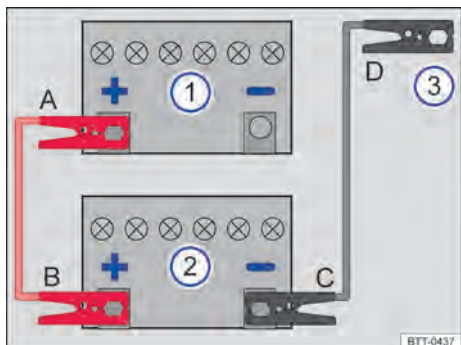
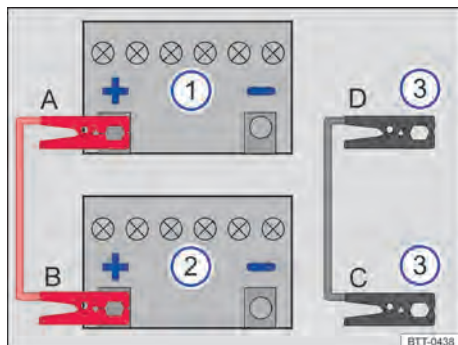

Fig. 240 Esquema para a conexão dos cabos auxiliares de partida dos veículos auxiliares de partida sem sistema Start-Stop.
Fig. 241 Esquema para a conexão dos cabos auxiliares de partida dos veículos auxiliares de partida com sistema Start-Stop.
Legenda para Fig. 240 e Fig. 241:
Conectar o cabo auxiliar de partida somente na sequência **A – B – C – D** \Rightarrow Fig. 240 ou \Rightarrow Fig. 241.
- Conectar uma extremidade do cabo auxiliar de partida **vermelho** ao polo positivo (+) \Rightarrow Fig. 240 ou \Rightarrow Fig. 241 do veículo com a bateria do veículo 12 V descarregada 1 \Rightarrow .
- Em veículos **sem sistema Start-Stop**: conectar uma extremidade do cabo auxiliar de partida **preto** preferencialmente num ponto de auxílio à partida (ponto de aterramento) (-), senão no polo negativo (-) da bateria do veículo 12 V fornecedor de corrente \Rightarrow Fig. 240 2.
- Em veículos **com sistema start-stop**: conectar uma extremidade do cabo auxiliar de partida **preto** no ponto de auxílio à partida (ponto de aterramento) (-, ou na argola de reboque dianteira aparafusada \Rightarrow Página 422, numa peça maciça de metal aparafusada firmemente com o bloco do motor, ou ao próprio bloco do motor \Rightarrow Fig. 241 3).
- Conectar a outra extremidade do cabo auxiliar de partida **preto** \Rightarrow Fig. 240 3 ou \Rightarrow Fig. 241 3 do veículo com a bateria 12 V descarregada preferencialmente à um ponto de auxílio à partida (ponto de aterramento) (-), ou à argola de reboque dianteira
- Desconectar o cabo auxiliar de partida somente na sequência **D - C - B - A** ⇒ Fig. 240 ou ⇒ Fig. 241.